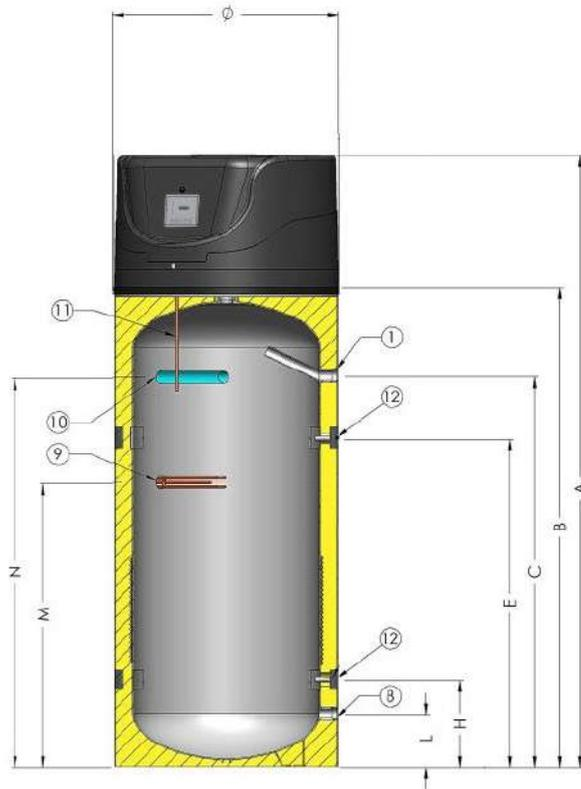

Fig.5A
1.5 DIMENSIONI E PESI (Fig. 5A-5B)